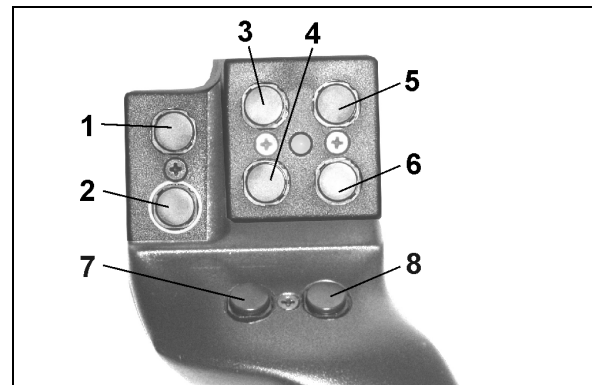
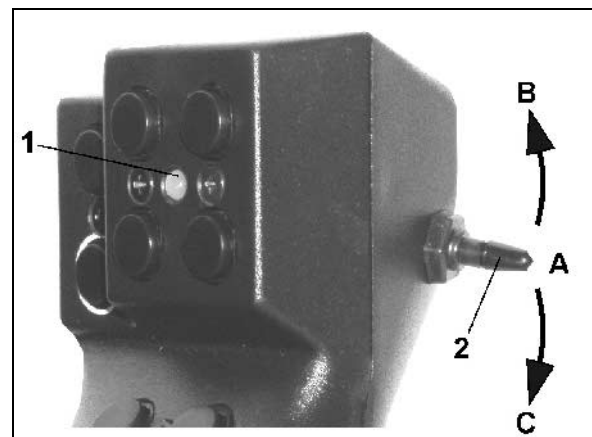

Fig. 92
Fig. 93
Zur Bedienung des **AMATRON⁺** hat der Multifunktionsgriff (Fig. 92) 8 Tasten (1 - 8) zur Verfügung. Weiterhin kann mittels Schalter (Fig. 93/2) die Belegung der Tasten 3-fach verändert werden.
-  Mittelstellung (Fig. 93/A) und kann nach
-  oben (Fig. 93/B) oder
-  unten (Fig. 93/C) betätigt werden.
Die Stellung des Schalters wird durch eine LED-Leuchte (Fig. 93/1) angezeigt.